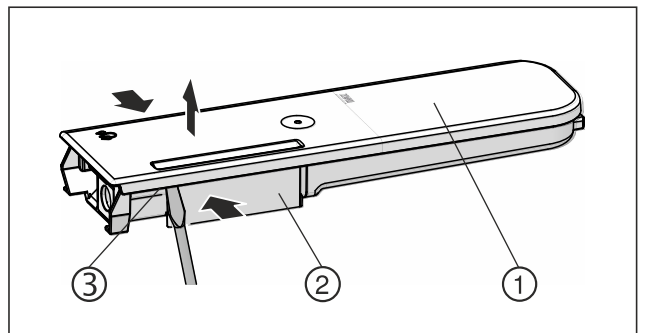

Fig. 135
- ▶ Pres vandbeholderen Fig. 135 (2) sammen, og vip forsigtigt låget op Fig. 135 (1) via låsetapperne Fig. 135 (3), og træk det op.
- ▶ Bevæg låget Fig. 135 (1) let frem og tilbage, og tag det op og ud.